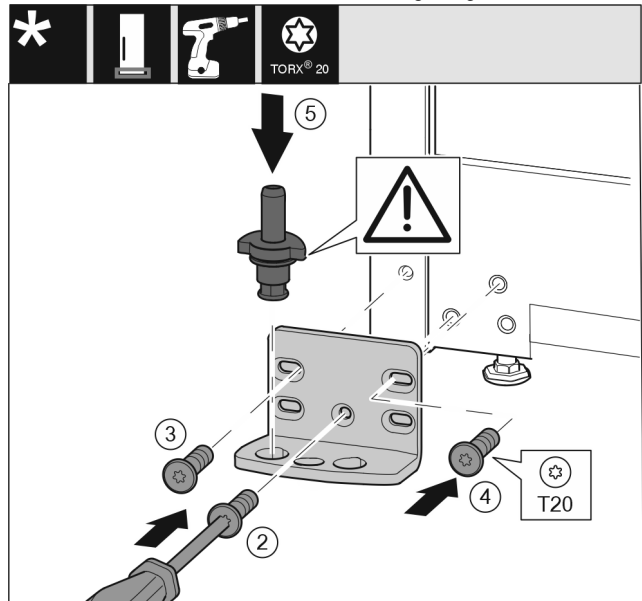

Fig. 18
- ▶ Lagerbock auf der anderen Seite ansetzen und mit Hilfe eines Schraubendrehers T20 anschrauben. Mit Schraube 2 unten in der Mitte beginnen. Fig. 18 (2)
- ▶ Schraube 3 und 4 festschrauben. Fig. 18 (3,4)
- ▶ Lagerbolzen komplett einsetzen. Dabei darauf achten, dass der Rastnocken nach hinten zeigt. Fig. 18 (5)